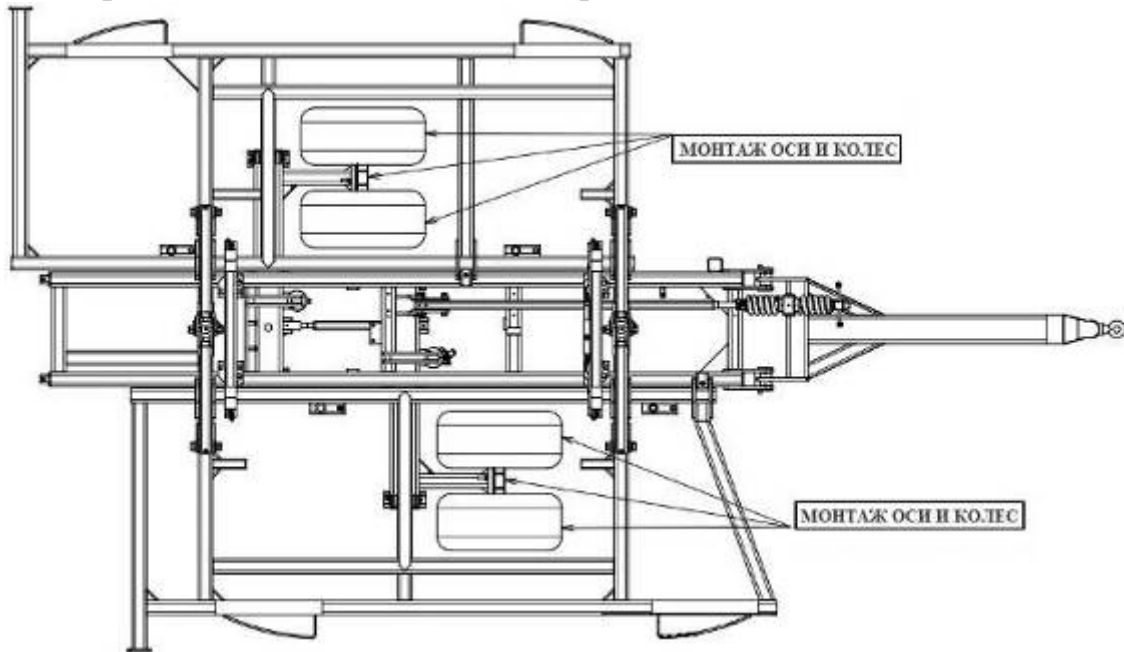

Рисунок 5.
- Смонтировать 2 оси и колеса на них (рис. 5).